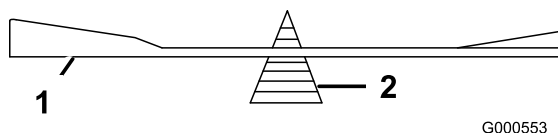

Figure 51
2. Vérifiez l'équilibre de la lame en la plaçant sur un équilibreur (Figure 51).